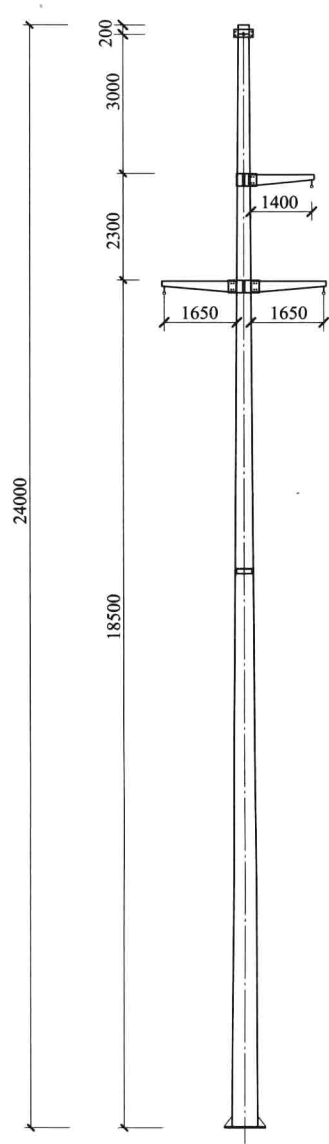

图 12.2.4-1 35GCD01-J2 单线图
(2) 单线图及电杆设计参数见图 12.2.4-1、表 12.2.4-4 和表 12.2.4-5。